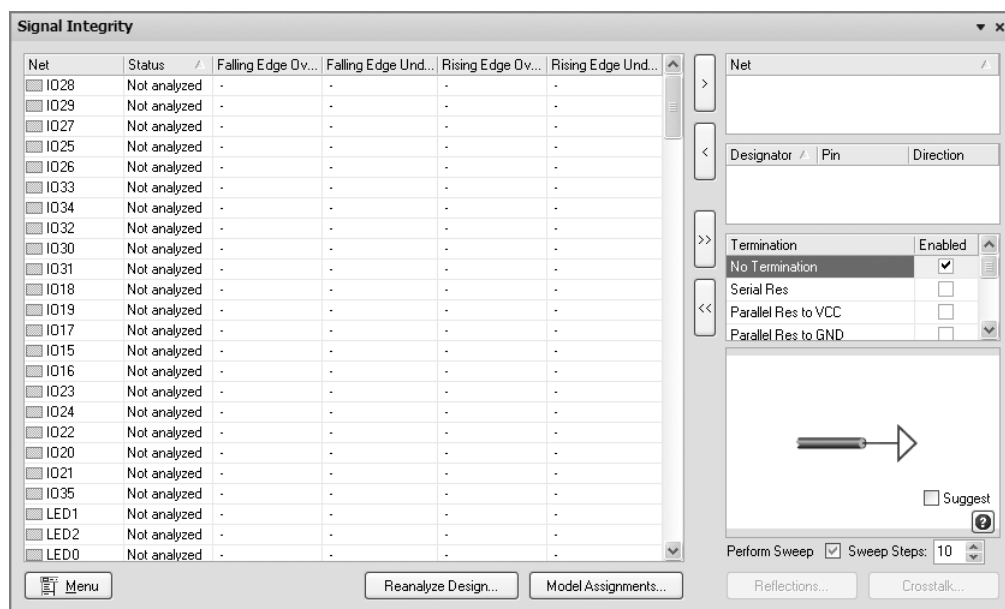

图 13-39 信号完整性分析窗口
- 2) 单击 按钮，出现如图 13-38 所示的设置选项对话框。单击 按钮，弹出如图 13-39 所示的信号完整性分析窗口。